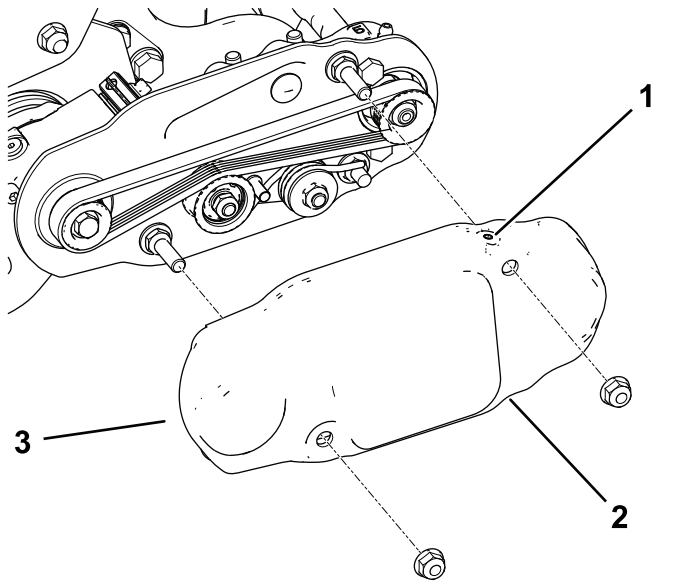

Bild 16
- Schieben Sie die Riemenabdeckung auf die Befestigungsschrauben und befestigen Sie die Abdeckung mit zwei Bundmuttern (Bild 16).